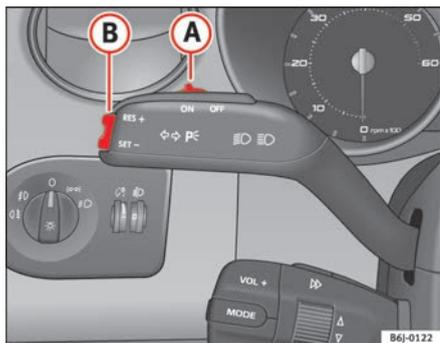

Abb. 102 Blinker- und Fernlichthebel: Schalter und Wippe für die Geschwindigkeitsregelanlage
- Schieben Sie den Schalter ⇒ Abb. 102 (A) nach links auf **ON**.